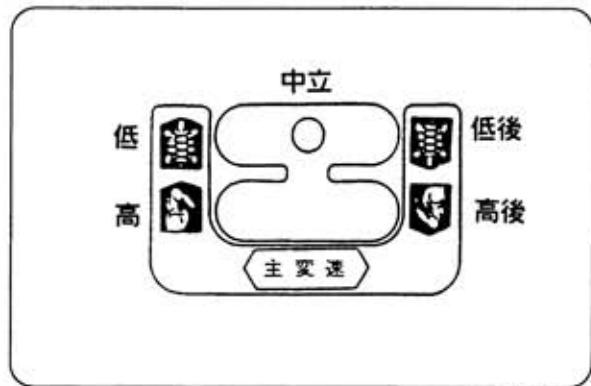

図26
- ① 主変速レバーを【低・高・後】位置に入れます。（図26）